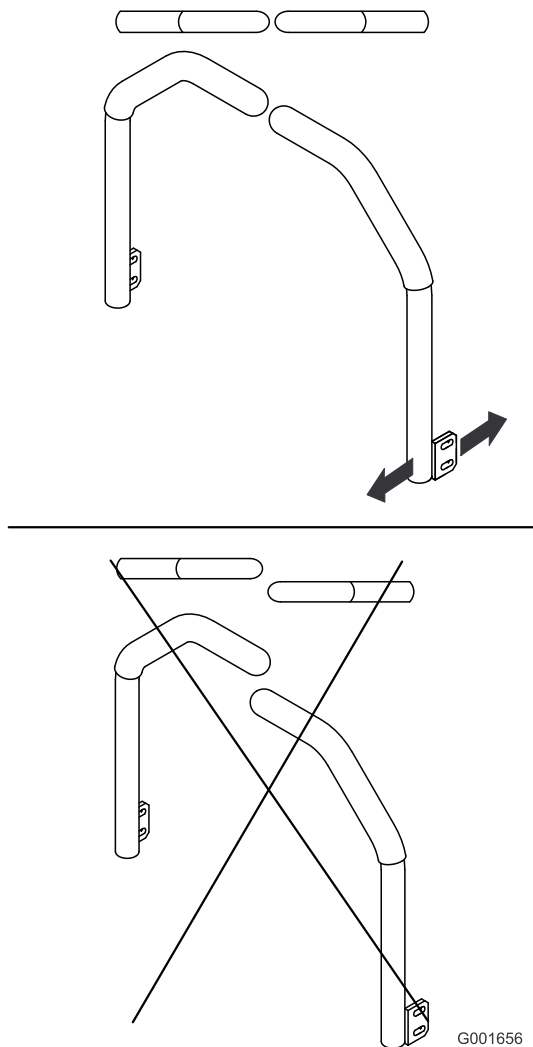

Figura 78
- Ajuste las palancas de control de forma que queden alineadas entre sí y apriete los pernos para fijar las palancas a los soportes (Figura 78).